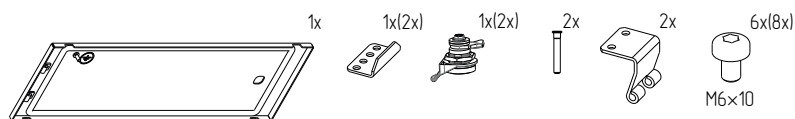

Рисунок 102
4.35.2 Проверить комплектность (рисунок 102).